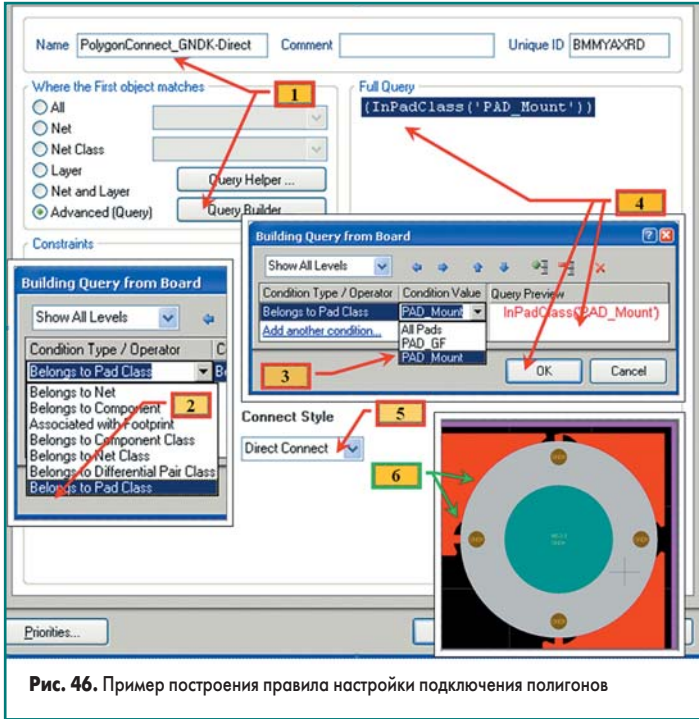

Рис. 46. Пример построения правила настройки подключения полигонов
С помощью команды **Design/Rules** вызываем окно задания правил (рис. 46, сноска 1). Переходим на вкладку **Polygon Connect Style** и добавляем новое правило **Polygon Connect** (рис. 46, сноска 1).
- **Правило PolygonConnect\_GNDK-Direct** для подключения крепежных отверстий (рис. 46).